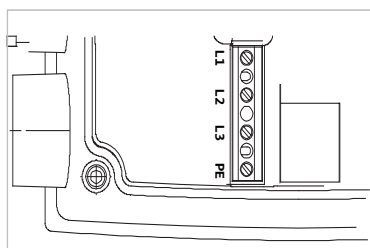

Fig. 20: Morsetti di alimentazione dalla rete
- Morsetti di alimentazione dalla rete (fig. 20)